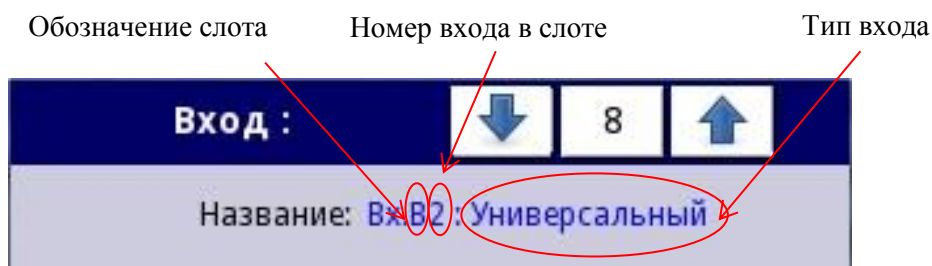

Рисунок 2.57
- **«Название»** – каждый встроенный вход уже имеет название, присвоенное ему РМТ 29, и пользователь не может его изменить (см. рисунок 2.57).
– «**Название**» – каждый встроенный вход уже имеет название, которое пользователь не может изменить (см. рисунок 2.57).